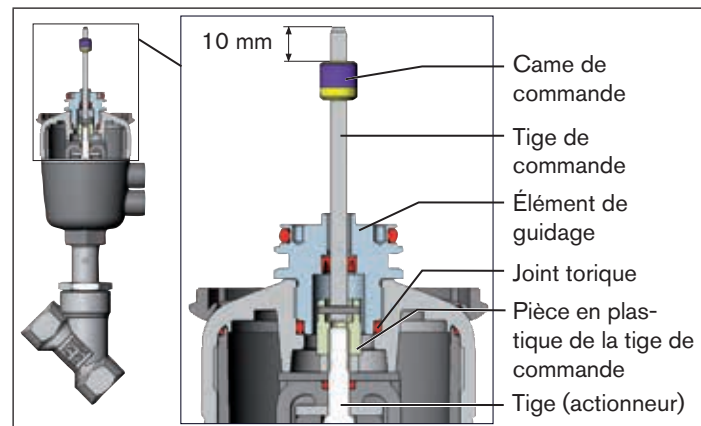

Fig. 11 : Montage de la tige de commande (2), série 20xx
- Enfoncer le joint torique vers le bas dans le couvercle de l'actionneur (voir « Fig. 11 »).
- Positionner la came de commande sur la tige de commande de sorte que l'écartement de la came par rapport au début de la tige soit de 10 mm (voir « Fig. 11 »).